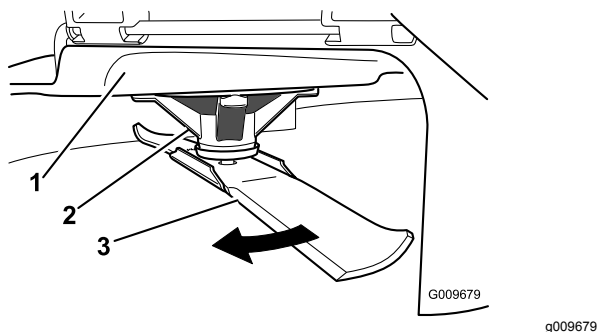

Figure 54
2. Enfilez des gants épais ou utilisez une autre protection adéquate pour les mains, et faites tourner la lame lentement jusqu'à une position permettant de mesurer correctement la distance entre le tranchant et la surface plane sur laquelle se trouve la machine (Figure 54).